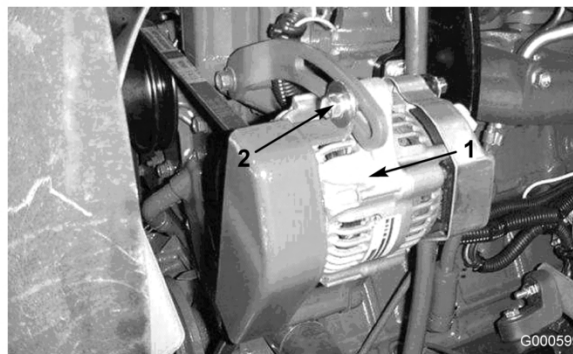

Figura 53
Verifique o estado e a tensão das correias (Figura 53) após cada 100 horas de funcionamento.
2. Se o desvio obtido não for igual a 10 mm, deverá libertar as cavilhas de montagem do alternador (Figura 53). Aumente ou diminua a tensão da correia do alternador e volte a apertar as cavilhas. Verifique uma vez mais o desvio da correia para se certificar de que a tensão é a correcta.